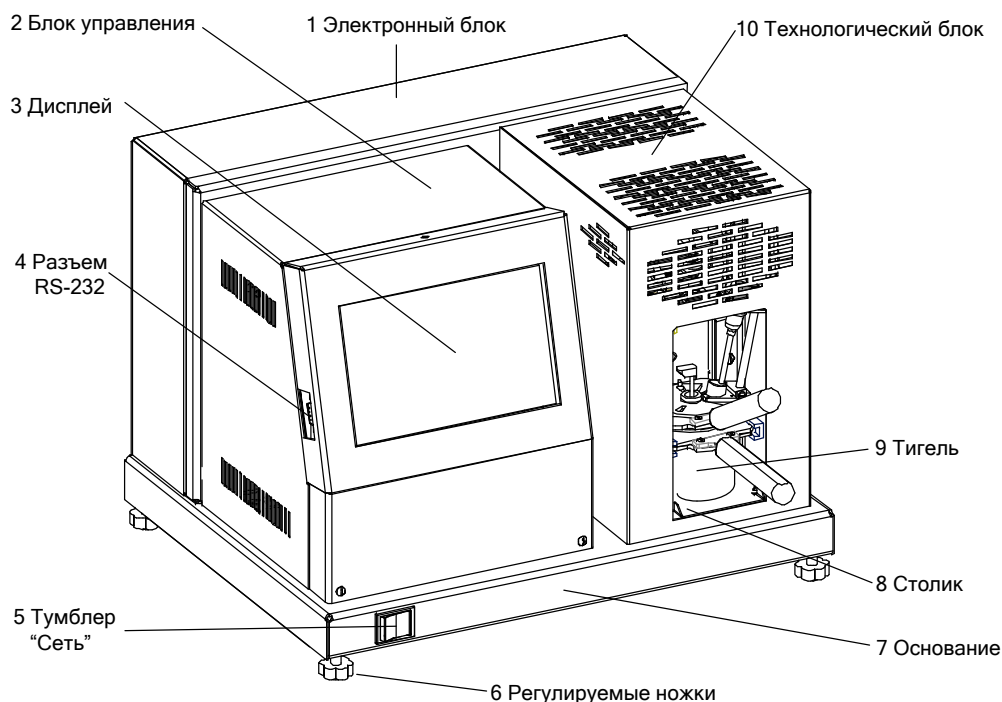

Рисунок 1 – Устройство аппарата
2.3.3.1 Для проведения испытания тигель, заполненный продуктом, с закрытой крышкой устанавливается на столик (8) (см. рисунок 1) и вставляется по направляющим до упора в аппарат.
3.3.1 Подключить аппарат к сети, включить аппарат тумблером "Сеть" (5) (см. рисунок 1, страница 4).
- 4) режим работы аппарата – непрерывный. После окончания работы аппарат выключается тумблером **"Сеть"** (см. рисунок 1, страница 4);